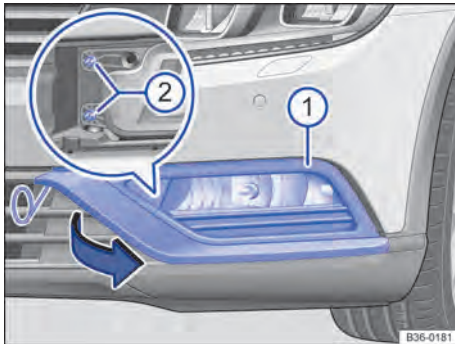

Fig. 311 No para-choque dianteiro à esquerda: lanterna para luz de neblina e farol de rodagem diurna.
2. Introduzir o gancho extrator das ferramentas de bordo → Página 437 no entalhe conforme mostrado e puxar a cobertura → Fig. 311 (1) com o gancho extrator para frente no sentido da seta.
3. Remover os parafusos de fixação do farol → Fig. 311 (2) com a chave de fenda.
12. Introduzir os parafusos de fixação do farol → Fig. 311 ②.
13. Recolocar a cobertura → Fig. 311 ① novamente no para-choque e travar.